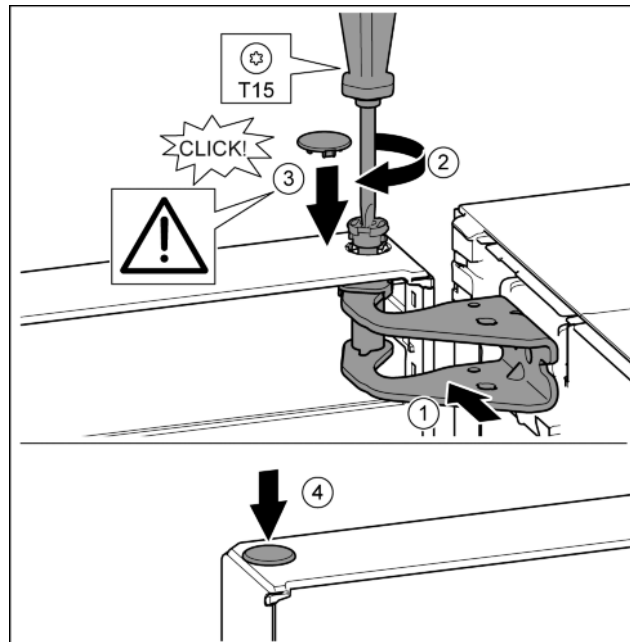

Fig. 24
- ▶ Poravnajte gornja vrata prema otvoru u podlošku ležaja. Fig. 24 (1)
- ▶ Umetnite svornjak i zavijte odvijačem T15. Fig. 24 (2)
- ▶ Montirajte sigurnosni pokrov radi osiguranja vrata: Umetnite sigurnosni pokrov i provjerite naliježe li na vrata. U protivnom u potpunosti umetnite svornjake. Fig. 24 (3)
- ▶ Umetnite čep. Fig. 24 (4)